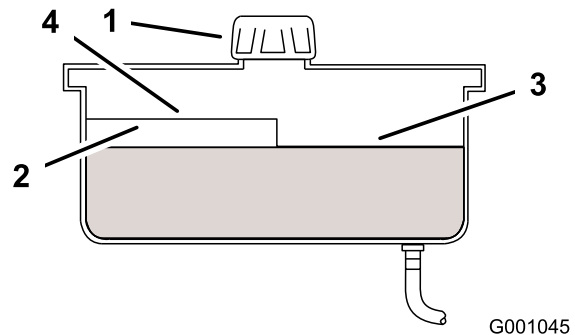

Figura 51
2. Limpie alrededor del cuello de llenado del depósito de aceite hidráulico (Figura 51).
3. Retire el tapón del cuello de llenado. Mire dentro para ver si hay aceite en el depósito (Figura 51).
Nota: El nivel de aceite debe llegar a la parte superior del nivel caliente del tabique cuando el aceite está caliente (Figura 51).